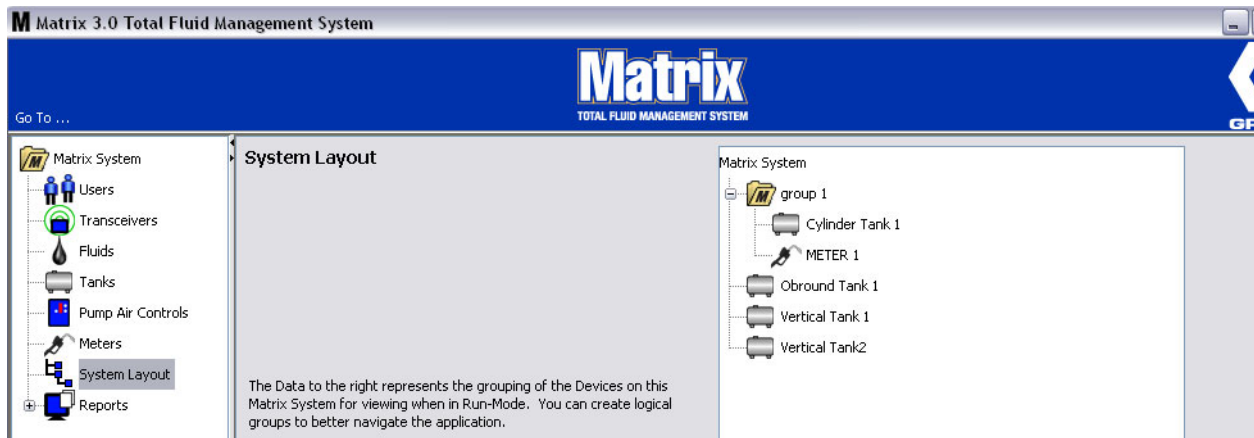

FIG. 98
- Una volta terminato di creare o modificare le cartelle dei gruppi, fare clic su OK per chiudere la schermata e salvare le modifiche. I gruppi che sono stati creati sono visualizzati nella colonna del sistema Matrix (FIG. 98).